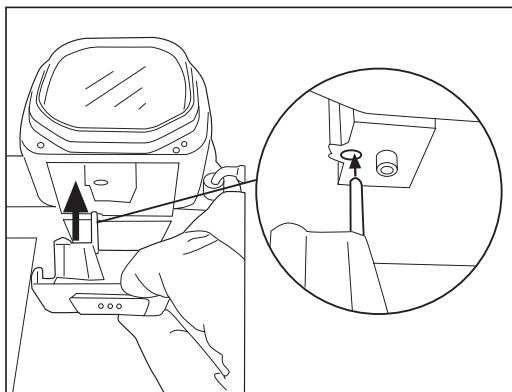

Fig. 19
- Remonter la trémie sur le corps de la machine en faisant pression jusqu'à ce que le clip soit engagé dans son logement (**Fig. 19**).
NOTE: le cylindre de la trémie doit être placé dans le logement prévu à cet effet (**Fig. 19**).